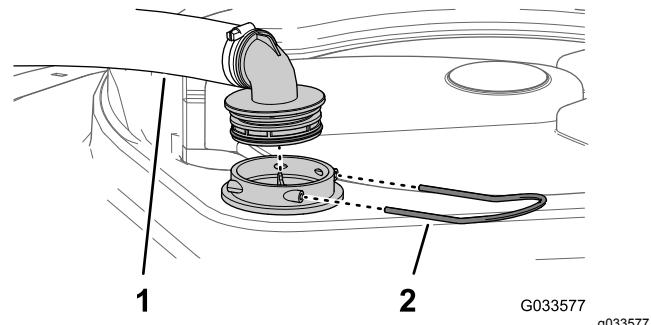

Рисунок 53
2. В верхней части бака опрыскивателя снимите держатель, который крепит шланговый штуцер, подсоединененный к большому шлангу, идущему от корпуса фильтра (Рисунок 53).
3. Отсоедините шланг и шланговый штуцер от корпуса фильтра (Рисунок 53).